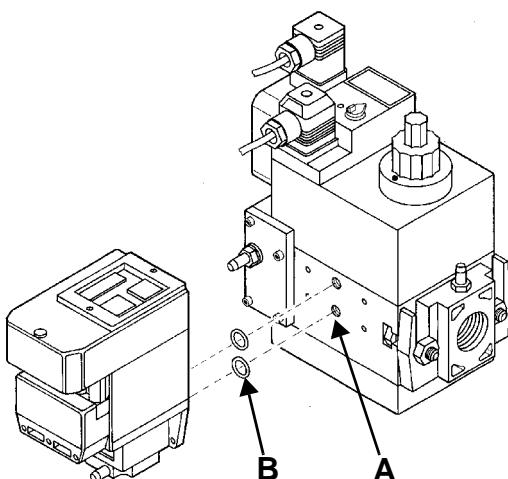
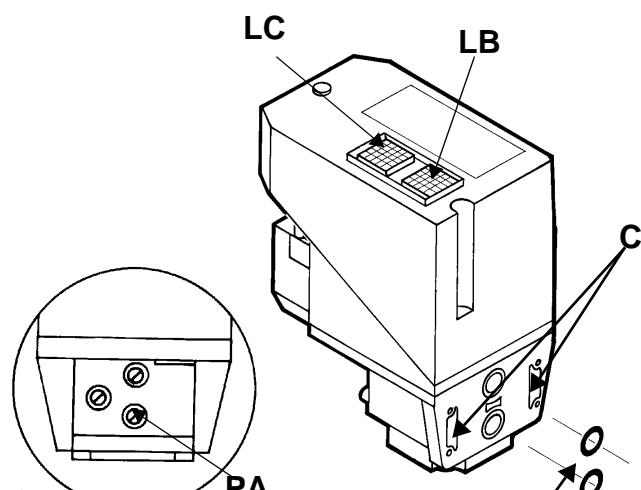

Рис. 21
Рис. 22
- 3). снять крепежные винты группы Multibloc (Рис. 21-А)
- 4). вставить уплотнительные кольца (10,5x2,25) в VPS 504 (Рис. 22-В, Рис. 21-В)
- 5). закрутить 4 винта блока контроля герметичности (M4x16) Рис. 21-С.
Для проверки работы, подсоедините манометр к штуцеру для отбора давления **PA** (Рис. 22). Если проверка завершилась положительно, через несколько секунд зажигается жёлтая лампочка **LC**. В противном случае загорается красная лампочка блокировки **LB**. Чтобы перезапустить горелку, необходимо разблокировать блок управления нажатием на светящуюся кнопку **LB**.